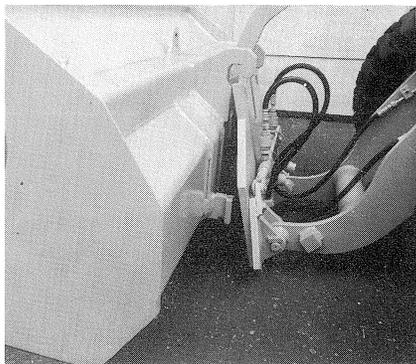

FIG. 25
- (1) Placer la flèche porte-godet dans sa position la plus basse. Incliner le support de changem. vers l'avant fig. 25.